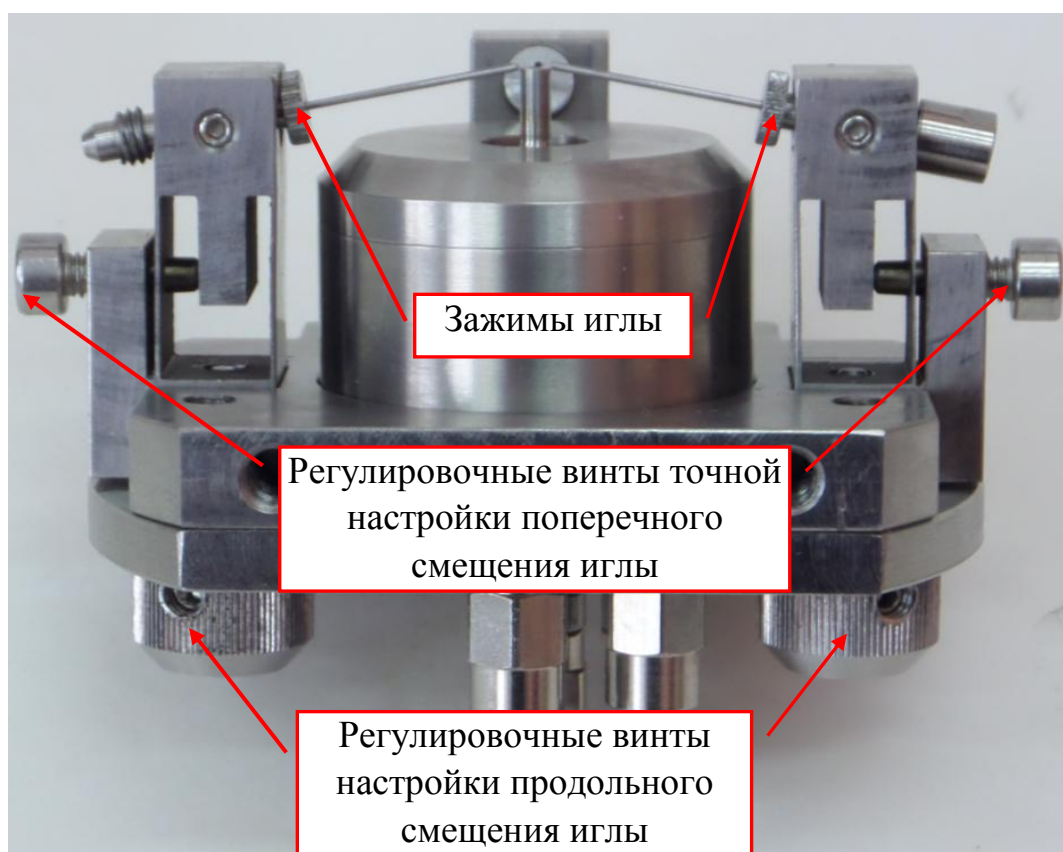

Рисунок 2.2
В случае появления металлического звона (означает, что игла коснулась рабочей (торцевой) поверхности ультразвуковой колебательной системы) ослабить регулировочный винт точной настройки поперечного смещения иглы (см. ПРИЛОЖЕНИЕ №2 п. 2.2.5) на $\frac{1}{4}$ – $\frac{1}{2}$ оборота и произвести корректировку вертикального смещения. Для этого необходимо выполнить п. 2.3.1 ПРИЛОЖЕНИЯ №2. Регулировочными винтами настройки продольного положения иглы (рисунок 2.2) добейтесь наиболее стабильного факела распыления. Выполните п. 2.3.3. ПРИЛОЖЕНИЯ №2 и повторно вращая регулировочный винт точной настройки поперечного смещения иглы (см. ПРИЛОЖЕНИЕ №2 п. 2.2.5) окончательно добейтесь стабильного факела.
2.2.1. Ослабить регулировочный винт точной настройки поперечного смещения иглы (рисунок 2.2). При этом винт должен остаться в преднатяннутом состоянии.
2.2.2. Ослабить зажим иглы (рисунок 2.2) отвернув его на 1-2 оборота.
2.2.4. Затянуть зажим иглы (рисунок 2.2), повернув его на 1-2 оборота.
2.2.5. Более точно выставить зазор регулировочным винтом точной настройки поперечного смещения иглы (рисунок 2.2).
2.3.2. Регулировочными винтами настройки продольного положения иглы (рисунок 2.2) осуществить регулировку положения торца иглы относительно рабочей (торцевой) поверхности ультразвуковой колебательной системы.